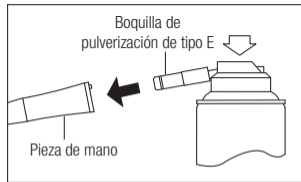

Fig. 7
- 2) Inserte la boquilla de pulverización en la parte trasera de la pieza de mano. Sostenga la pieza de mano y el pulverizador durante 2-3 segundos. Aplique lubricante hasta que sobresalga del cabezal de la pieza de mano al menos dos segundos (Fig. 7).
- 3) Lubrique la pieza de mano con NSK PANA SPRAY Plus/PANA SPRAY (Fig. 7) o el sistema de limpieza y lubricación automática de piezas de mano de NSK.